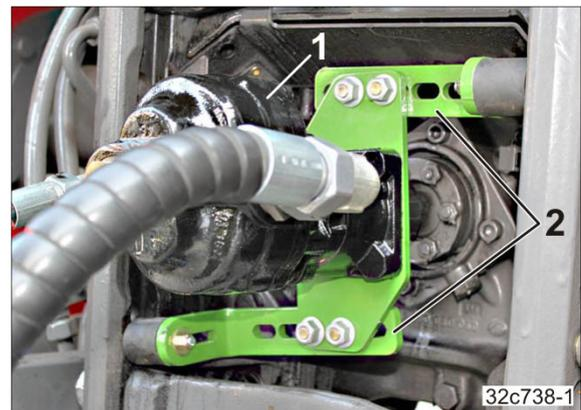

Fig. 161
5. Kuppeln Sie die Hydraulikpumpe (Fig. 161/1) mit der Traktor-Zapfwelle. Die Hydraulikpumpe besitzt einen QC-Verschluss. Achten Sie auf korrektes Einrasten des QC-Verschlusses.
6. Das Verstellsegment so einstellen, dass beide Puffer (Fig. 161/2) anliegen.